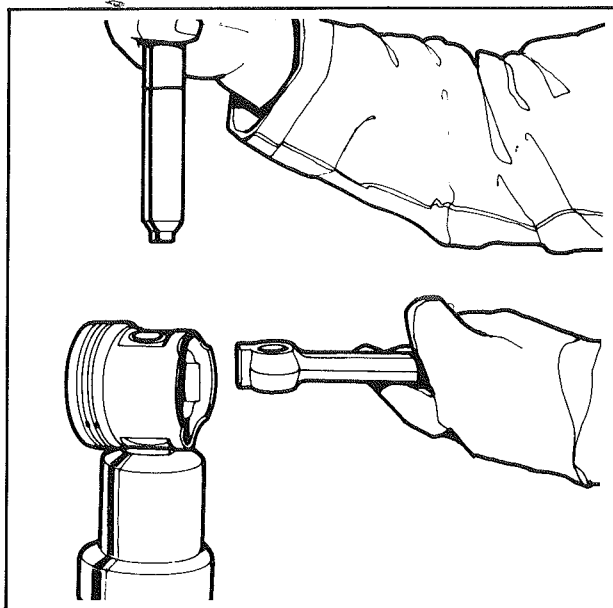

Fig. 7
- Sortir la bielle du four et la présenter rapidement entre les deux bossages du piston (fig. 7).